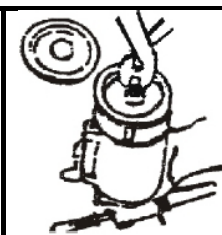

Fig.3
- 2.4. Retire el pistón del cilindro (Fig.3).